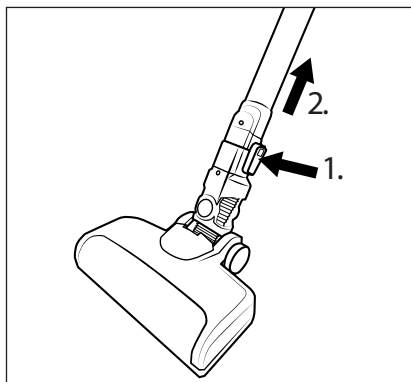

Fig. 12
- ◆ Para remover a escova para chão **22** do tubo de aspiração **24**, mantenha o botão de desbloqueio da escova para chão **23** pressionado e puxe o tubo de aspiração **24** da escova para chão **22** (ver fig. 12).